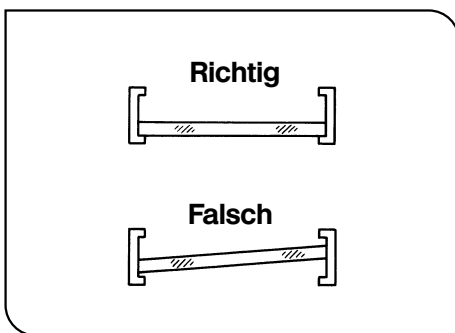

Abb. 35
- ★ Den Filter nach unten drücken, wie in Abb. 35 gezeigt, damit er nicht schräg sitzt. Wenn der Filter schräg sitzt oder nicht nach unten gedrückt wird, kann er aus dem Filterhalter herausfallen.